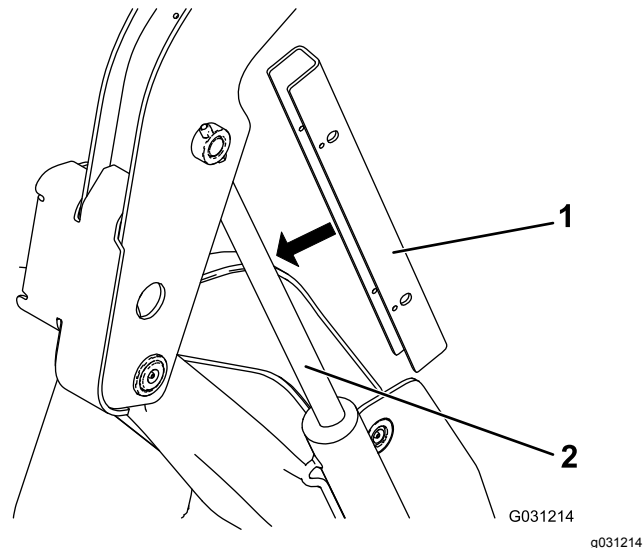

Figure 38
5. Glissez les dispositifs de blocage de vérin sur la tige du vérin (Figure 38).